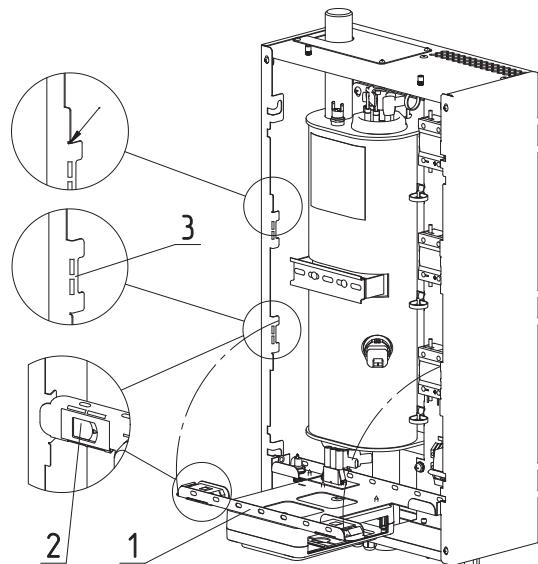

Рис.20 Откидывание кронштейна
- откинуть кронштейн для крепления пульта управления (**Рис.20, поз.1**);
- отжать замки-защелки (**Рис.20, поз.2**) с двух сторон;
- имеется возможность сменить положение кронштейна, достав его из пазов и закрепив в соответствующие пазы выше (**Рис.20, поз.3**).